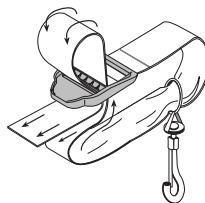

Fig. 3
2. Pase la correa sobre la barra transversal y hacia abajo a través de la ranura de la hebilla (Fig. 3).